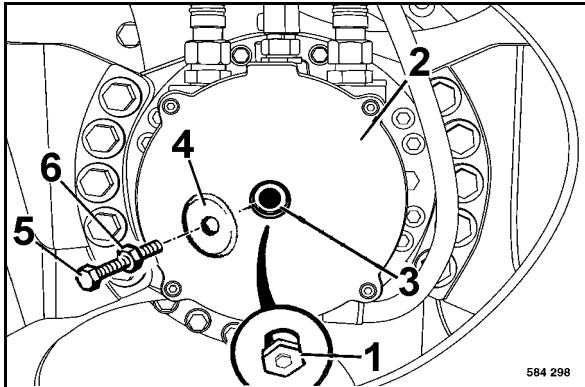

fig. 111
- Dévisser le bouchon fileté 1 (fig. 111) pour desserrer le frein du moteur de bandage \*.
- Placer le disque de serrage (4) sur le carter de frein (2) et visser la vis M16 (5) jusqu'en butée dans le taraudage (3).
- Visser l'écrou (6) et serrer d'env. un tour. Le bandage doit tourner librement.